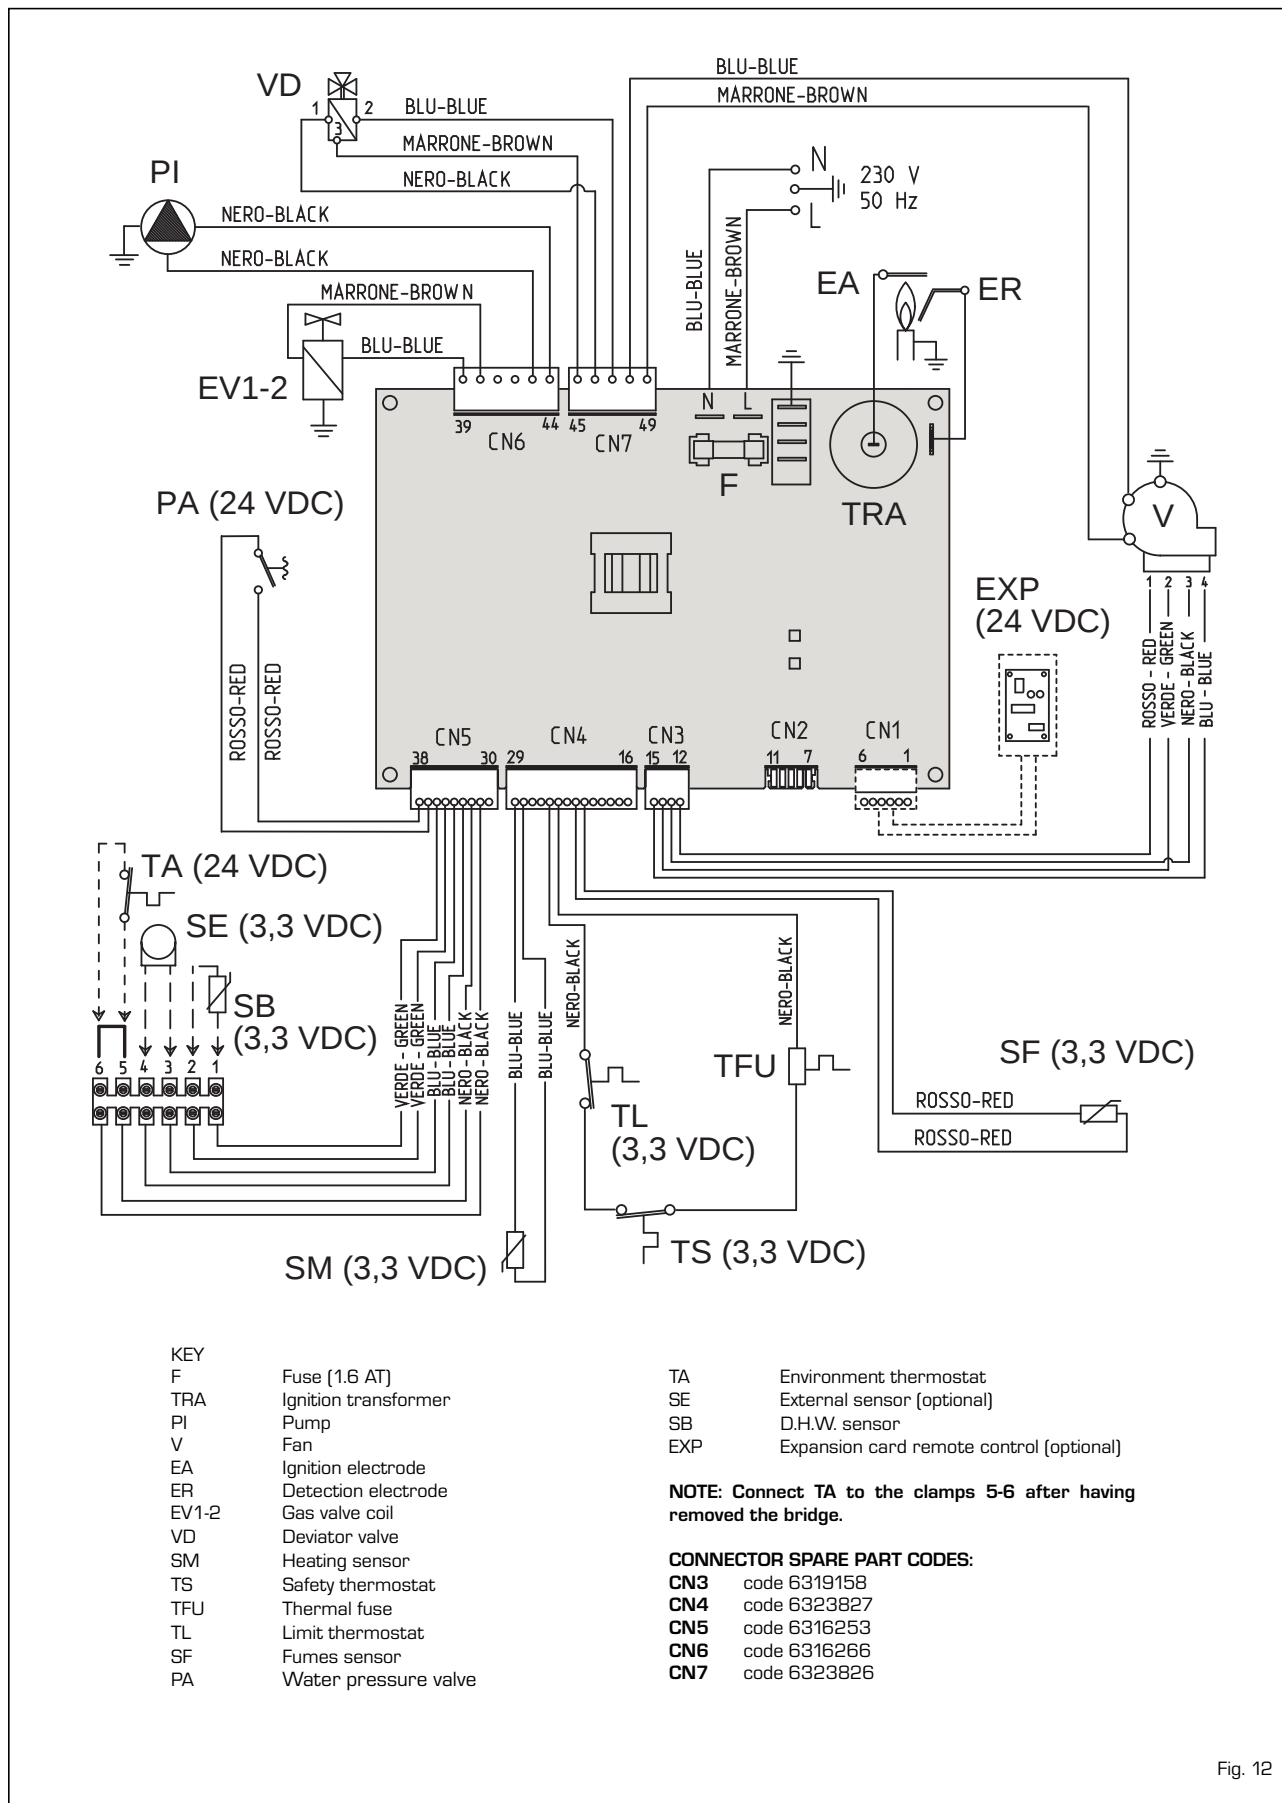

Fig. 12
2.12.1 Brava DGT HE 12 T - 25 T (fig. 12)
2.12.2 Brava DGT HE 25-30-35 [fig. 12/a]